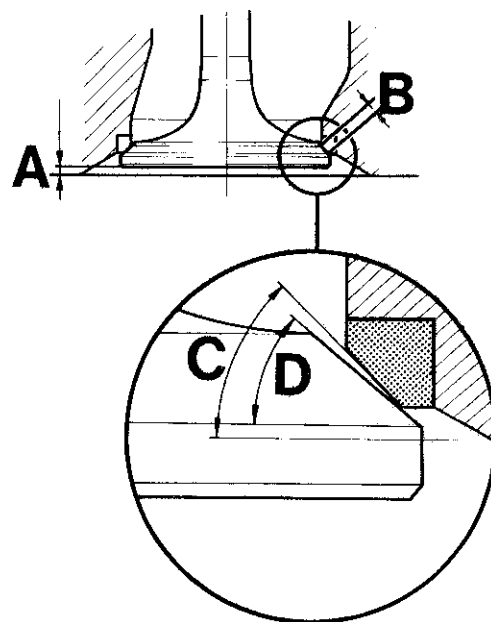

Fig. 35. Ventil och ventsäte
3. Brotscha eller slipa ventilsätena (endast så mycket att rätt form och god anliggning erhålls). Sätetsvinkeln skall vara 45 resp. 30°. OBS! Om måttet "A" (fig. 35) överstiger 1,5 mm, mätt med ny ventil, skall ventilsåtet bytas.
Ventilsåtet bör bytas när avståndet "A" i fig. 35 mätt med ny ventil överstiger 1,5 mm.